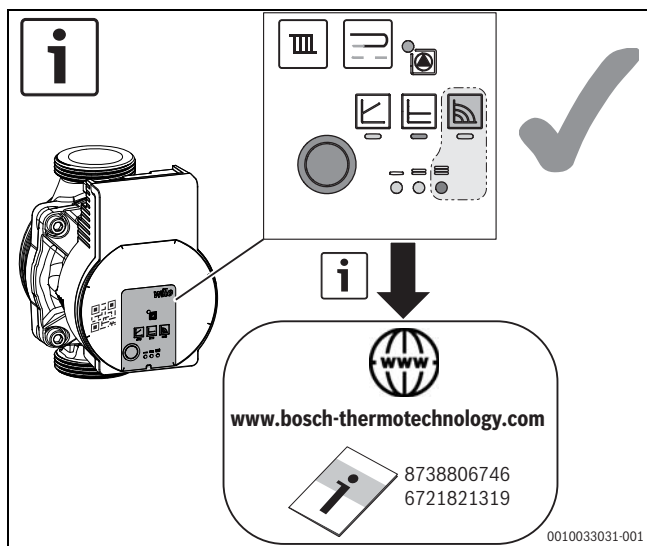

Fig. 13 Impostazione della pompa (esempio)
- ▶ Impostare la pompa sul livello 3 (→ Fig. 13).